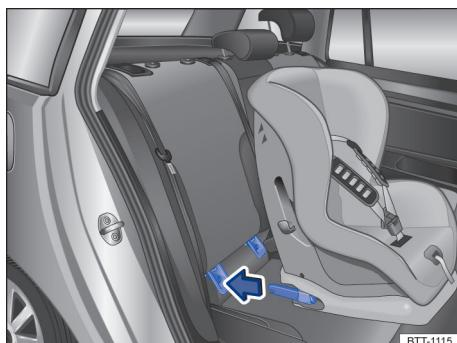

Fig. 50 Representação esquemática: instalar a cadeira de criança com braços de apoio.
- Inserir os braços de apoio da cadeira de criança nas ancoragens ISOFIX ou i-Size → Fig. 50. A cadeira de criança deve engatar de modo seguro e audível.